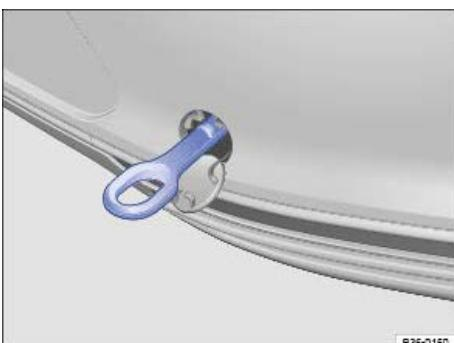

Abb. 320 Im Stoßfänger hinten rechts: Eingeschraubte Abschleppöse.
- Abschleppöse so fest es geht **entgegen dem Uhrzeigersinn** in die Aufnahme ⇒ Abb. 320 drehen ⇒  . Einen geeigneten Gegenstand benutzen, mit dem die Abschleppöse vollständig und fest in die Aufnahme eingeschraubt werden kann.